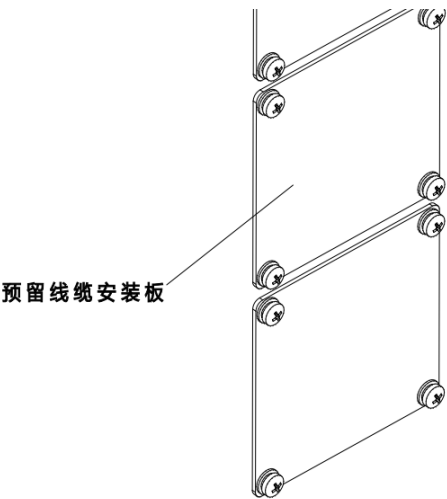
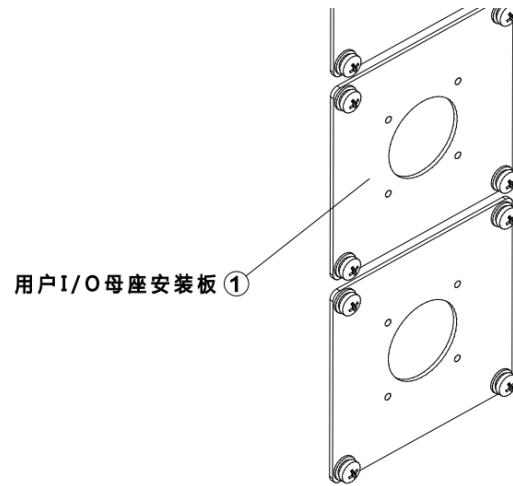

图 19-10 预留线缆安装板
图 19-11 用户 I/O 母座安装板
步骤1. 用十字螺丝刀将原本的预留线缆安装板（参考图 19-10）拆下，将①用户 I/O 母座安装板（参考图 19-11）安装在柜体上。